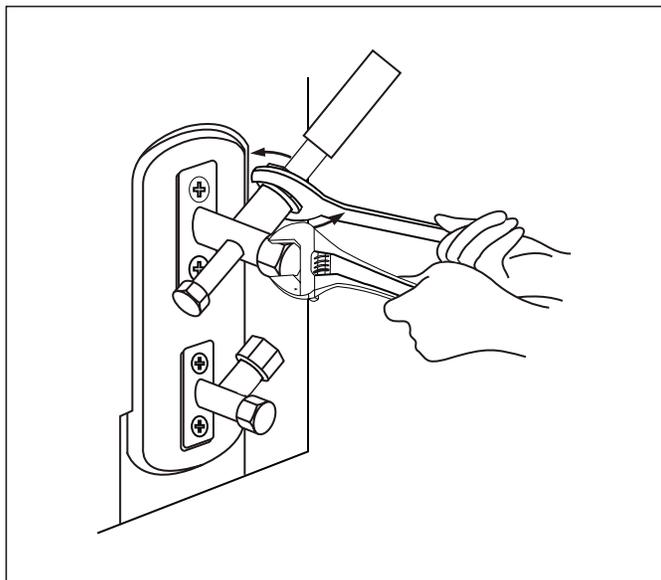

Figure 35
4. À l'aide d'une clé, agrippez le corps du robinet. N'agrippez pas l'écrou qui scelle le robinet de service. Voir la figure 35.